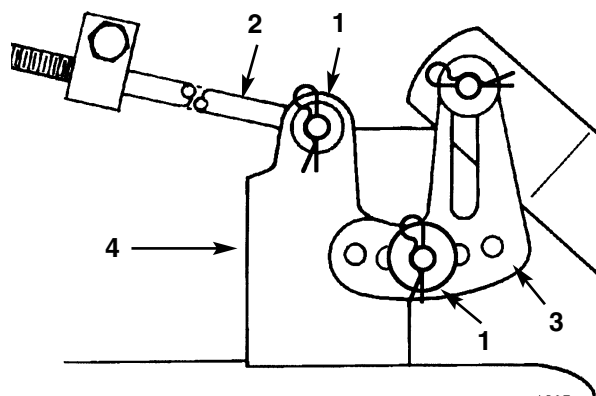

Fig. 41
- Togliere la coppiglia a forcella e la rondella dall'estremità dell'asta lunga (Fig. 41). Estrarre l'asta dall'attacco del tosaerba. Ripetere dal lato opposto del tosaerba.
11. Togliere la coppiglia a forcella e la rondella dalla staffa di livellamento del tosaerba (Fig. 41). Estrarre la staffa dal perno di montaggio. Montare la rondella e la coppiglia a forcella per non smarrirle.